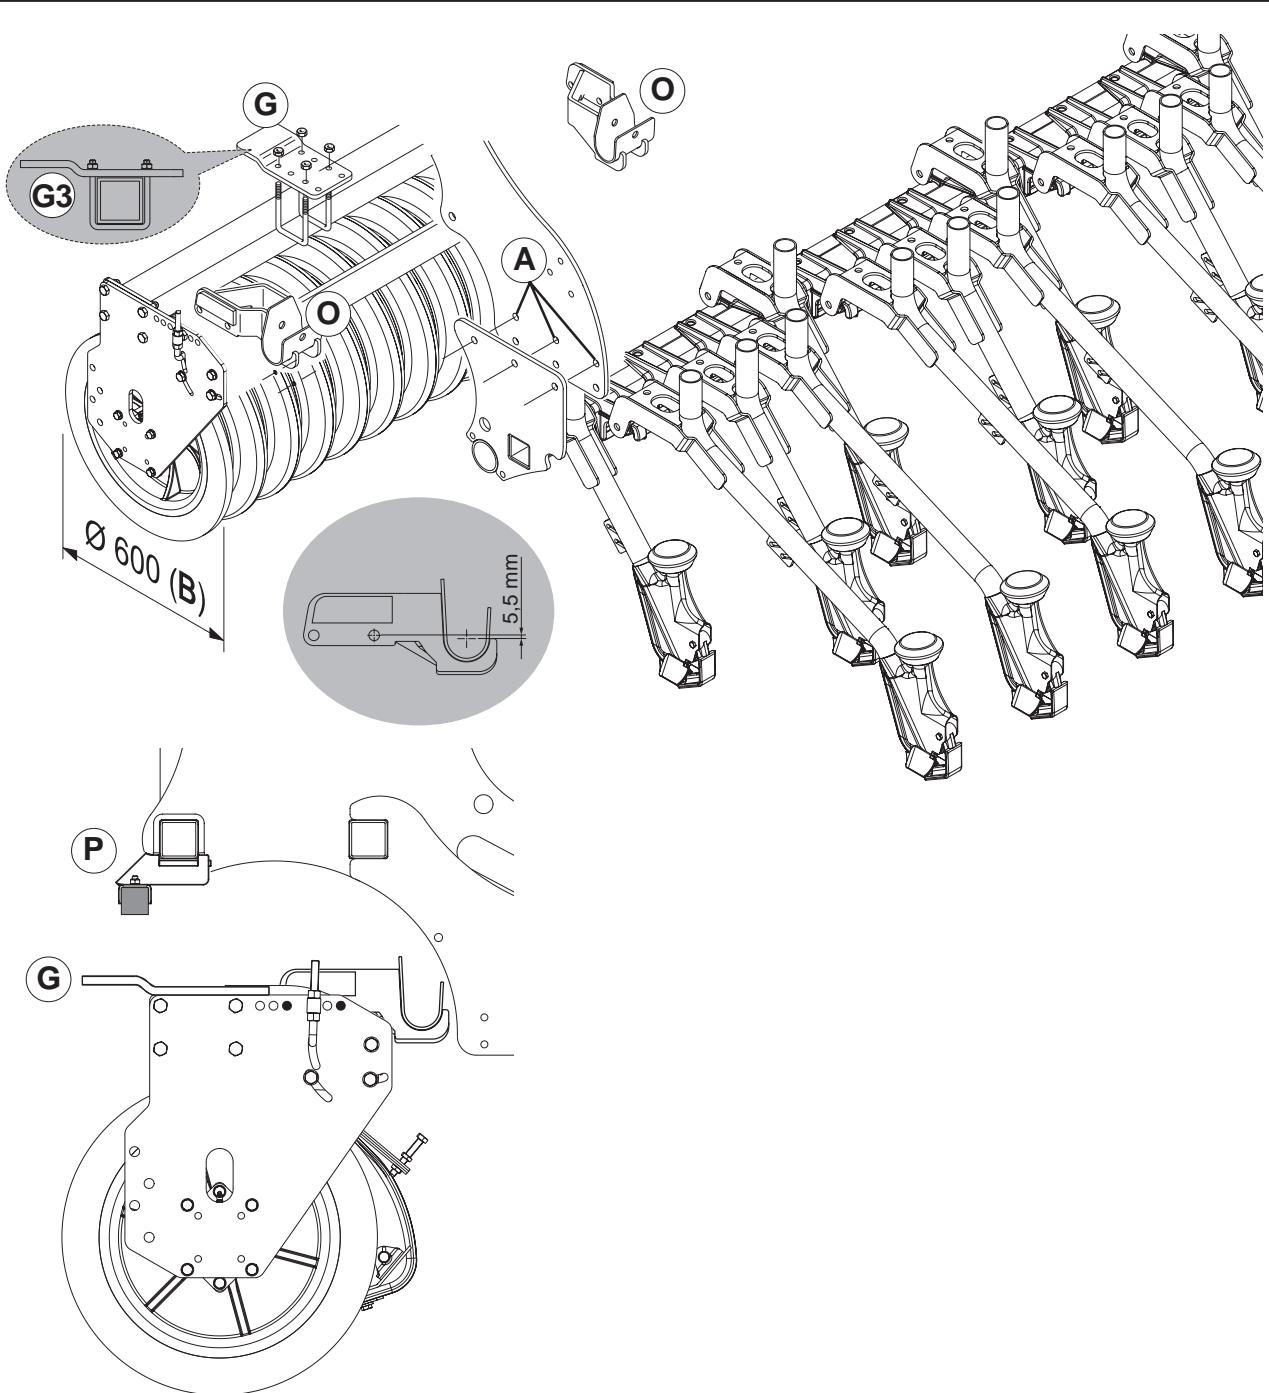

fig. 14
- Nr. 2 supporti (O, Fig. 14).
- Nr. 2 supporti (P, Fig. 14).
- 1) Posizione della barra di semina A (Fig. 14)
- Montare i due supporti seminatrice (O, Fig. 14) sulle fiancate del rullo posteriore dell'erpice rotante come indicato in Figura 14.
- In corrispondenza dei supporti (P, Fig. 14), montare le piastra di appoggio (G) come indicato in Figura 14. Fare attenzione al corretto montaggio della piastra (G3).